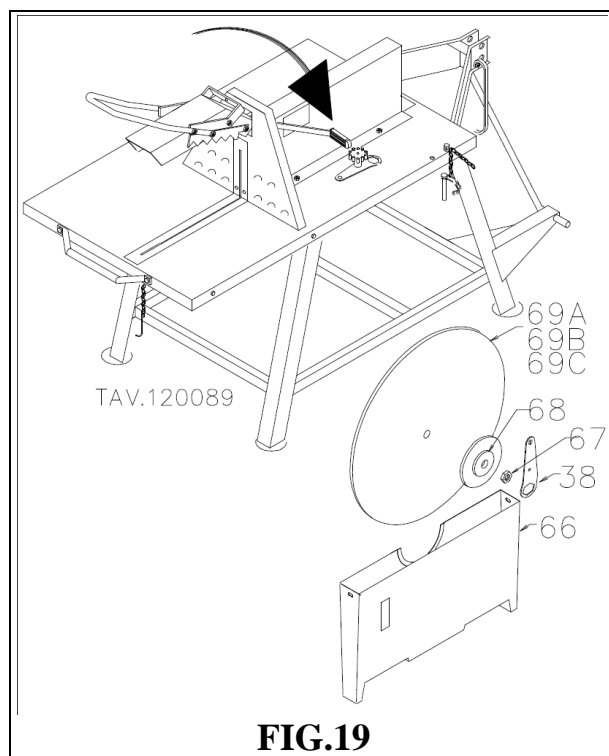

FIG.19
3. Spingere la leva di disinnesto (pos.29) verso il retro della macchina in modo che sia completamente abbassata, così che l'albero (pos.73) porta disco sia frenato.
4. Svitare il pomello (pos.39) che fissa la chiave (pos. 38).
5. Svitando le viti imperdibili e togliere il carter coprilama inferiore (pos.66).
6. Infilare la chiave nel dado M24 (pos.67).
9. Verificare l'orientamento dei denti del disco con quello di fig.19 o mediante l'adesivo posto sul carter.
11. Rimettere il carter di protezione disco inferiore (pos.66) e avvitare le viti imperdibili.